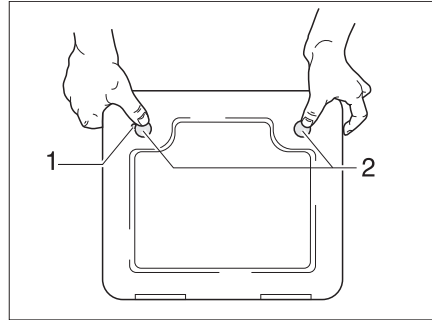

Fig. 383 Trampilla para el inodoro cassette
- Abrir la trampilla para el cassette en el exterior del vehículo. Para esto, introducir la llave en el cilindro de cierre del cierre a presión (Fig. 383,1) y girarla un cuarto de vuelta.
- Presionar ambos cierres a presión (Fig. 383,2) al mismo tiempo con el pulgar y abrir la trampilla para el cassette.